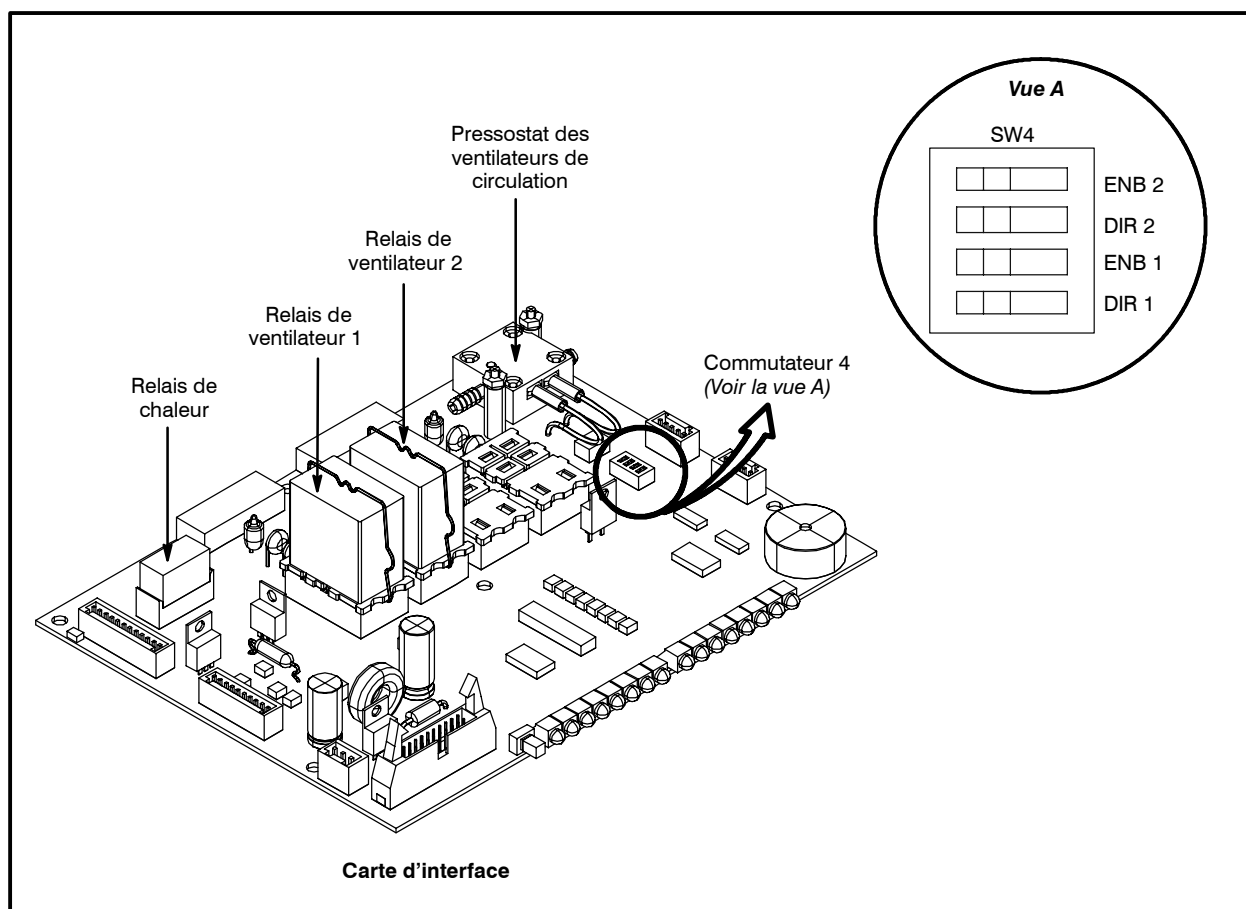

Figure 6
2. Faites basculer le commutateur DIP marqué DIR1 sur SW4 (commutateur 4) sur la carte d'interface. Voir la Figure 6.